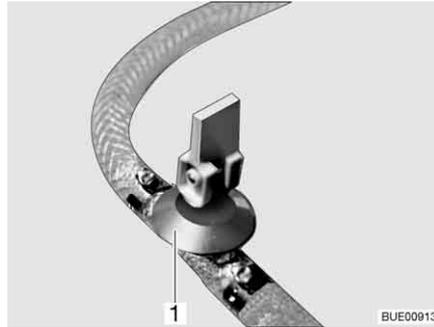
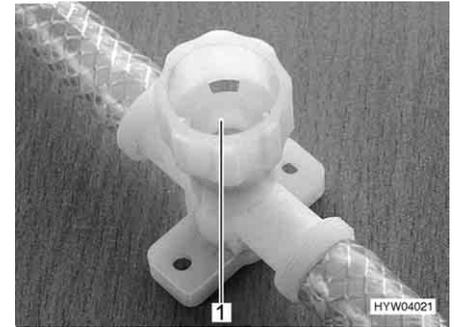

Fig. 242 Rubinetto di scarico (con leva a bilancere)
Fig. 243 Rubinetto di scarico (con tappo a vite)
- Aprire tutti i rubinetti di scarico. Mettere la leva a bilanciere del rubinetto di scarico (Fig. 242,1) in posizione verticale o chiudere il coperchio del rubinetto di scarico (Fig. 243,1) in senso antiorario.